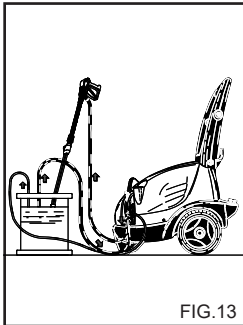

FIG.13
**ОПЕРАЦИИ ПРИ ИСПОЛЬЗОВАНИИ АНТИФРИЗА (fig. 13)**